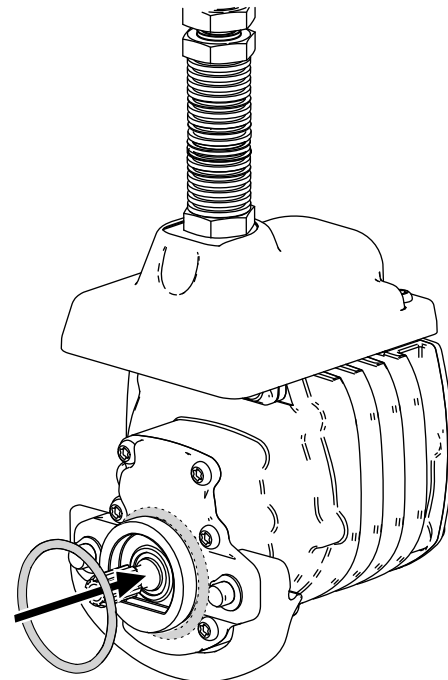

Figura 14
3. Instale una junta tórica en cada motor del molinete, tal y como se muestra en la Figura 14.